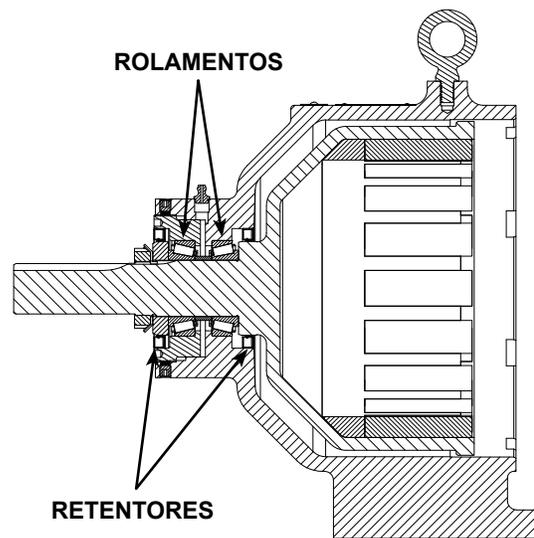

FIGURA 9
2. Pressione o retentor interno para dentro do suporte e o retentor interno para dentro da tampa e então lubrifique os retentores, veja a **Figura 9** para orientação sobre retentores e mancal.